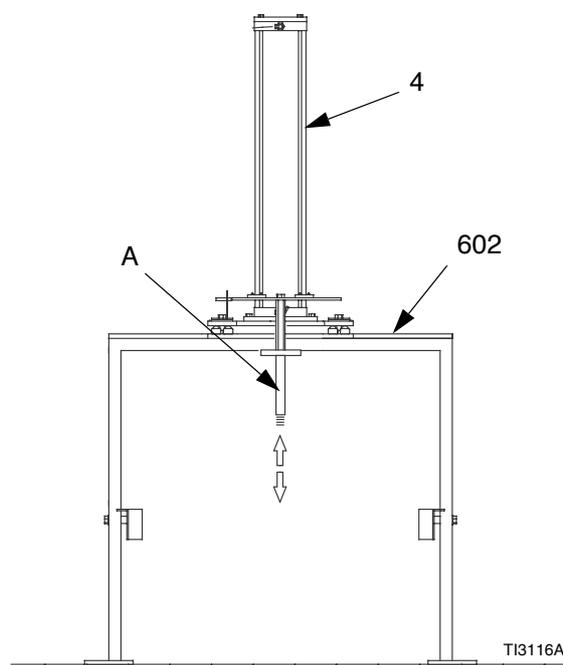
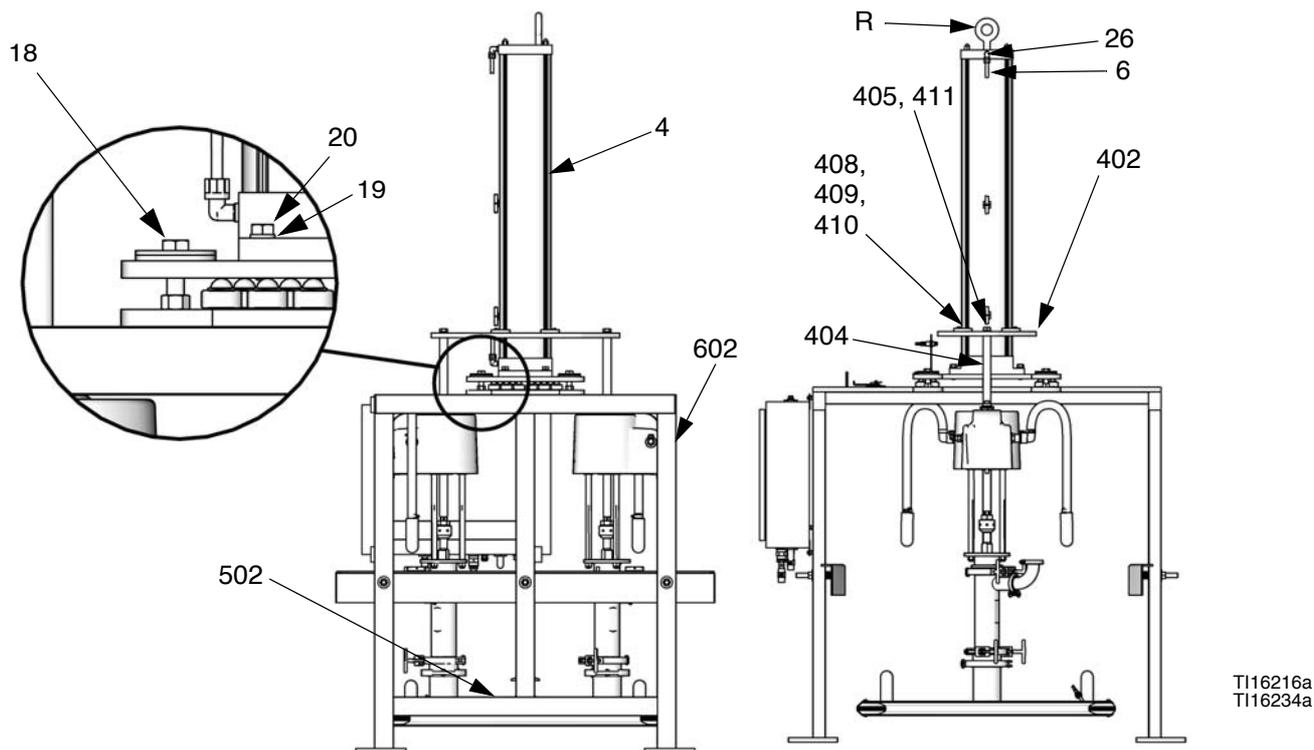

Рис. 3. Вал пневматического цилиндра
Рис. 4. Монтажная плита пневматического двигателя (на иллюстрации представлена модель BESA7A)
1. Поднимите пневматический цилиндр (4) и установите его на верхнюю часть рамы (602) с помощью лебедки. См. Рис. 3.
2. Опустите вал (A) пневматического цилиндра в центральное отверстие в раме.
3. Прикрепите пневматический цилиндр (4) к раме (602) с помощью винтов (20) и шайб (19). См. Рис. 4.
4. Установите монтажную плиту (402) пневматического двигателя. Для этого плиту следует надеть на пневматический цилиндр (4) сверху и опустить до упора.
5. Соедините верхний воздухопровод цилиндра с верхним патрубком (26) размером 1,27 см с помощью трубопровода (6).
6. Соедините нижний воздухопровод цилиндра с нижним патрубком (26) размером 1,27 см с помощью трубопровода (6).
7. Ослабьте, но не извлекайте винты (18) из рамы (602).
9. Снимите две ленты, с помощью которых пластина (502) подъемника крепится к поддону. Не убирайте поддон.
10. Нанесите санитарную смазку (36), входящую в комплект поставки оборудования, на резьбовые соединения вала цилиндра; это позволит избежать повреждения данных соединений. Выровняйте вал (A) пневматического цилиндра и прикрутите его к пластине (502) подъемника. См. Рис. 3. Если вал прикручивается неправильным образом, не прилагайте к нему усилий. Проверьте выравнивание пластины (502).